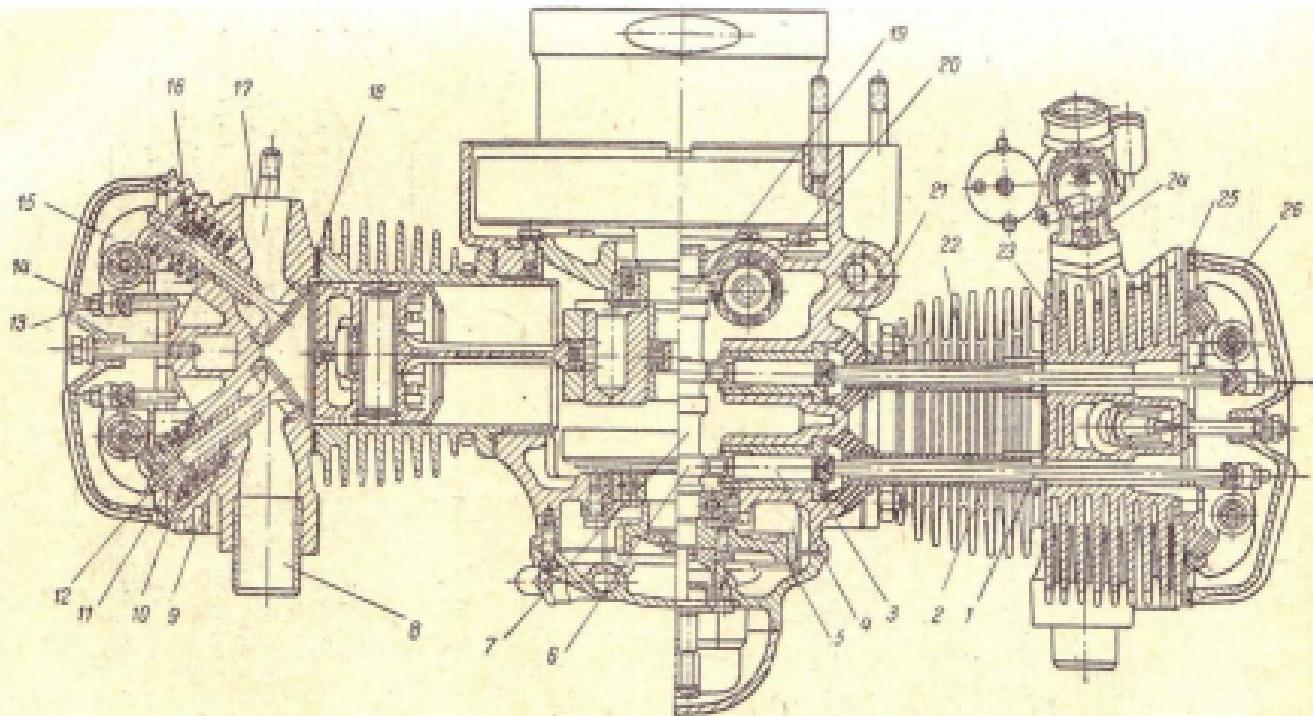

Рис. 113. Механизм газораспределения двигателя М-62
**Механизм газораспределения.** Механизм газораспределения описываемого двигателя (рис. 113) является механизмом с верхним расположением клапанов, что является принципиальным отличием его от двигателя М-72М. Диаметр тарелки клапана 35 мм, диаметр стержня 7,5 мм, а общая длина клапана 91 мм. Клапаны перемещаются в направляющих, запрессованных в тело головки цилиндра. Зазор между отужкой и стержнем клапана составляет 0,05—0,1 мм.